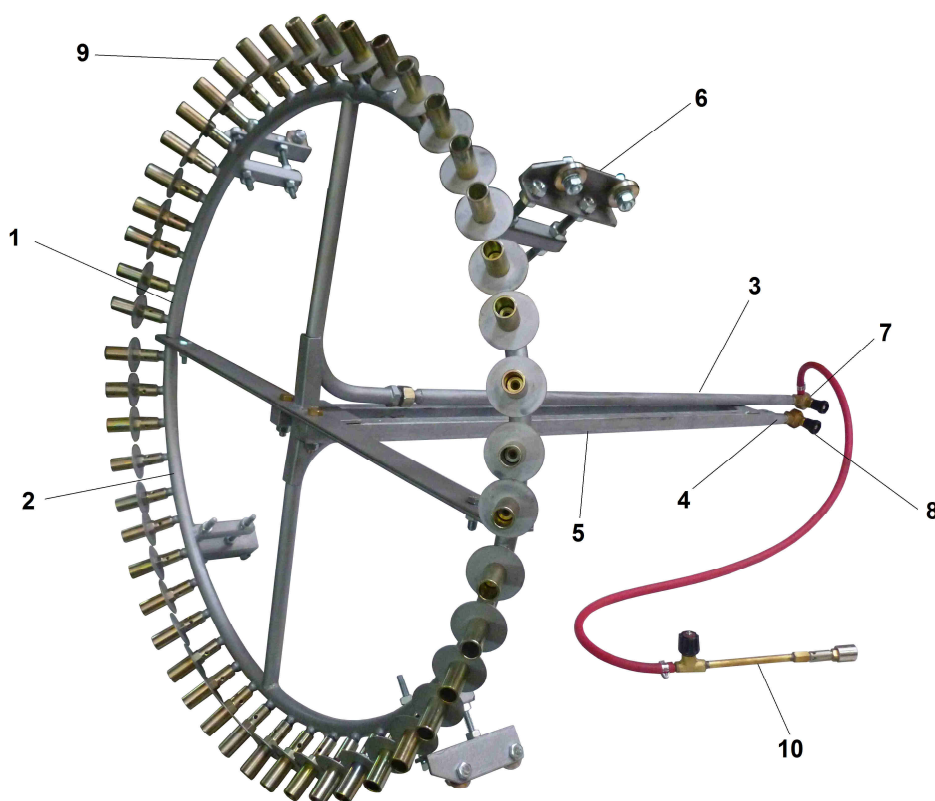

Рис.1 Горелка модели ГВ «Кольцо-980 Тр»
5.1 Перед началом эксплуатации соберите горелку (см. рис.1). В транспортной упаковке она разобрана на составляющие узлы.